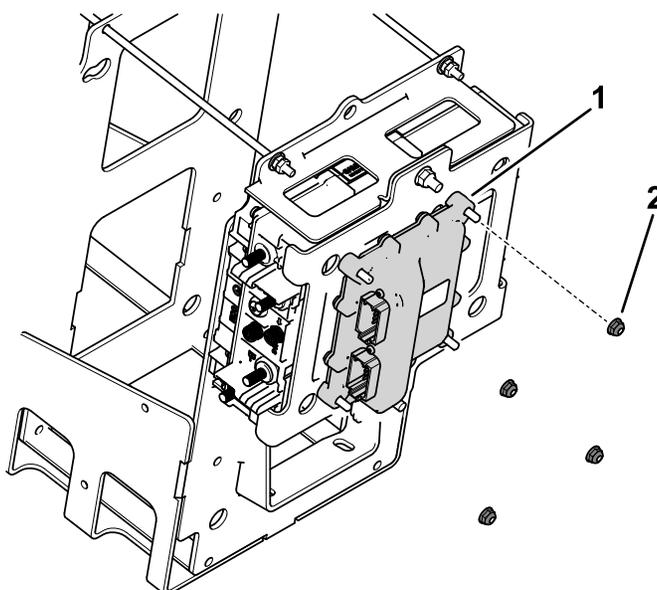

Bild 6
5. Entfernen Sie die Muttern, mit denen das TEC-Steuergerät an der Akkuhalterung befestigt ist (Bild 6). Bewahren Sie das Steuergerät für den späteren Einbau auf.